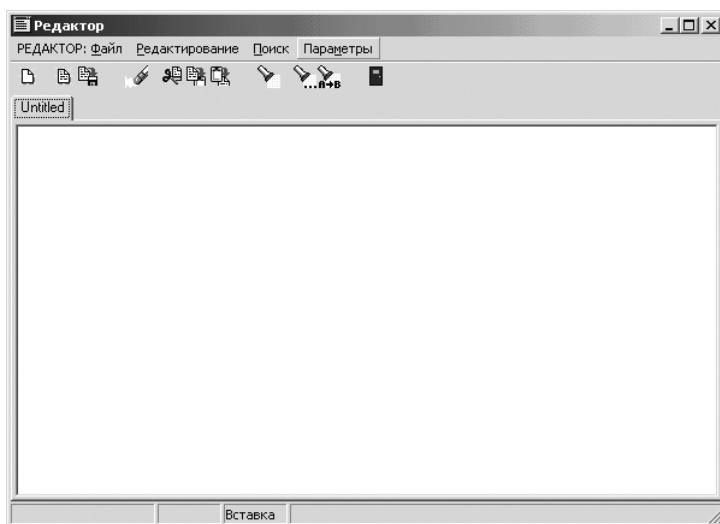

Рис. 1.101. Окно текстового редактора системы **Универсальный механизм**
- щелкните в выпадающем меню по пункту **Редактор**. Появится окно текстового редактора – **Редактор**, см. рис. 1.101.